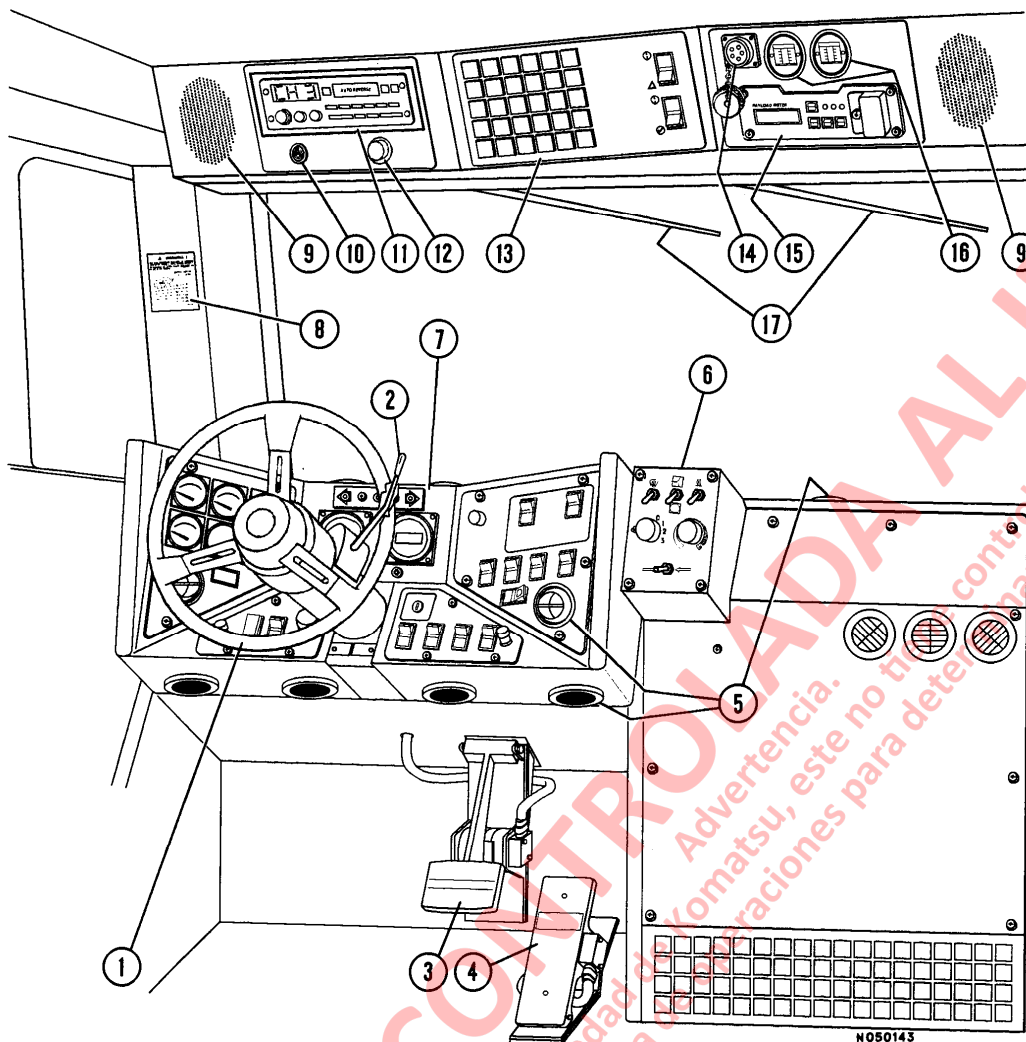

FIGURA 5-2. INTERIOR DE LA CABINA - VISTA DEL OPERADOR
El Pedal de Freno de Servicio/Retardo Dinámico (3, Figura 5-2) es un pedal único, operado con el pie, que controla las funciones de freno de servicio y de retardo. La primera parte de la carrera del pedal comanda el esfuerzo de retardo a través de un potenciómetro rotatorio. La segunda parte de la carrera del pedal modula la presión del freno de servicio directamente a través de la válvula hidráulica. Por lo tanto, el operador debe aplicar primero, y mantener, el retardo dinámico completo, para poder aplicar los frenos de servicio. Al liberar el pedal, el freno y el retardo vuelven a la posición "Off".
El Pedal del Acelerador (Estrangulador) (4, Figura 5-2) es un pedal operado con el pie, el cual permite al operador controlar las RPM del motor, dependiendo de la presión ejercida sobre el pedal.
El operador tiene completo control del flujo de aire en la cabina. Los orificios del calefactor/aire acondicionado (5, Figura 5-2) son del tipo aleta que pueden abrirse o cerrarse en forma independiente o girar en 360° para obtener un flujo de aire óptimo. Existen cuatro (tres no se muestran) a lo largo de la parte superior del panel, dos frente al operador (uno en el módulo del panel derecho y otro en el panel izquierdo), y cuatro bajo el panel.
El Panel de Instrumentos (7, Figura 5-2) incluye una amplia variedad de interruptores, medidores e indicadores. Consulte PANEL DE INSTRUMENTOS Y LUCES INDICADORAS para una descripción detallada de las funciones y ubicación de estos componentes.
El cuadro de Velocidad/Pendiente (8, Figura 5-2 y que se muestra aquí) proporciona las velocidades MAXIMAS de descenso recomendadas para las diferentes pendientes con un camión completamente cargado.
Los Parlantes de la Radio (9, Figura 5-2) para la radio AM/FM Estéreo están ubicados en la parte trasera y derecha del panel superior.
Esta alarma (10, Figura 5-2) sonará cuando sea activada por cualquiera de las múltiples funciones del camión. Consulte PANEL DE INSTRUMENTOS Y LUCES INDICADORAS para una descripción detallada de las funciones e indicadores que activarán esta alarma.
Este panel normalmente contendrá una radio AM/FM Estéreo (11, Figura 5-2). Consulte Equipo Opcional, Sección 5, del Manual de Operación y Mantenimiento para una descripción más completa de la radio y sus funciones. Cada cliente puede usar esta área para otros fines, como para una radio de comunicación de dos vías.
Este panel (12, Figura 5-2) contiene una variedad de luces indicadoras que proporcionan al operador los mensajes de estado importantes, concernientes a las funciones seleccionadas del camión. Consulte PANEL DE INSTRUMENTOS Y LUCES INDICADORAS para una descripción detallada de estos indicadores.
Los limpiaparabrisas (13, Figura 5-2) son accionados por un motor eléctrico. Consulte PANEL DE INSTRUMENTOS Y LUCES INDICADORAS para la ubicación y descripción de los controles del lava y limpia parabrisas.
El Medidor de Carga Util (15, Figura 5-2) y el Conector de Descarga (14) se utilizan para proporcionar a la administración datos operacionales, tales como tonelaje transportado y tiempos de ciclo. Consulte la Sección M, Equipo Opcional, para una descripción más completa del medidor de carga útil y sus funciones.
Los indicadores de vacío del limpiador de aire (16, Figura 5-2) proporcionan una lectura constante de la restricción máxima del depurador de aire alcanzada durante la operación. Se debe realizar servicio al(los) depurador(es) de aire cuando él(los) indicador(es) muestre(n) la siguiente restricción máxima recomendada: